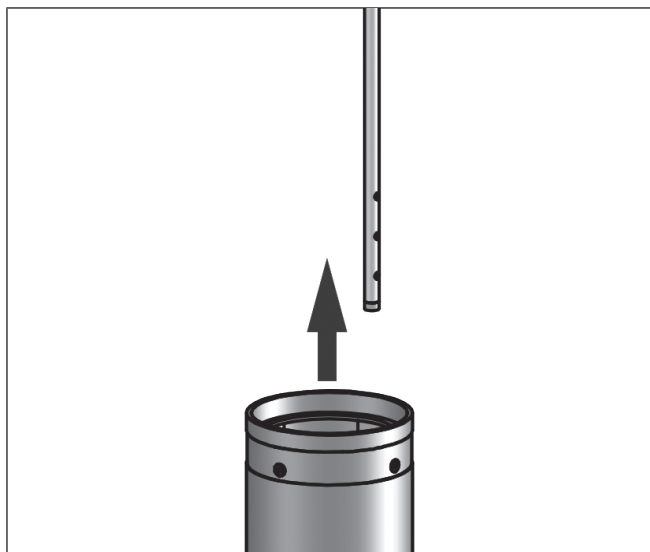

Abb. 4
4. Nach Abschluss des Vorgangs den Schlüssel entfernen (Abb. 4).